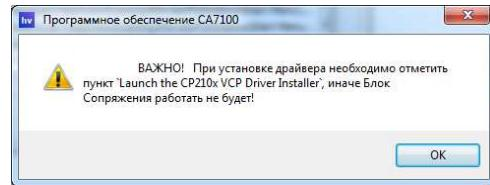

Рисунок 8.6
- 5) На экране появится сообщение (рисунок 8.6). Щелкнуть по кнопке **OK**.